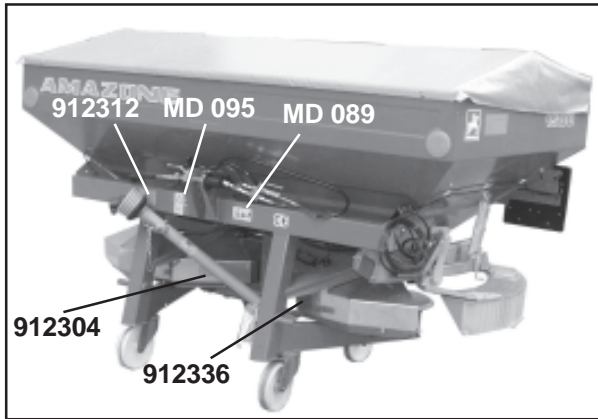
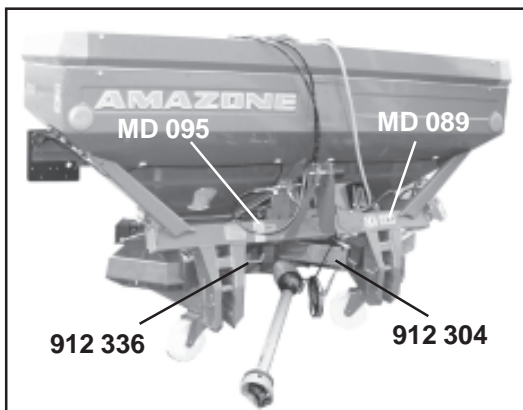
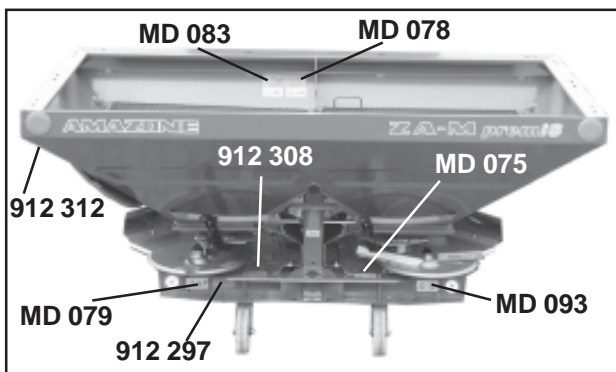

Fig. 2.1
Fig. 2.2
Fig. 2.3
- Fig. 2.1, Fig. 2.2 und Fig. 2.3 zeigen die Befestigungsstellen der Warnbildzeichen und Hinweisschilder. Die entsprechenden Erläuterungen finden Sie auf den folgenden Seiten.